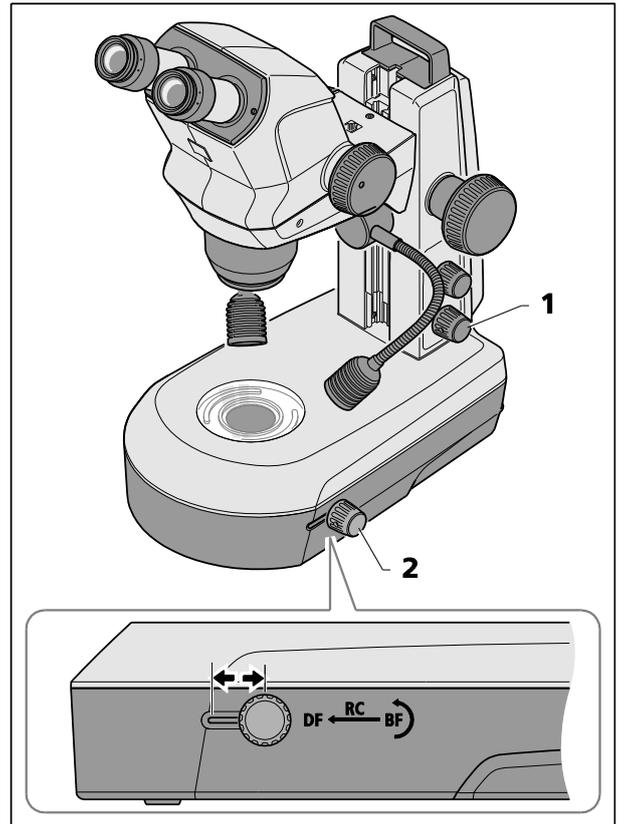

Fig. 20 Unité de lumière transmise dans le statif K LAB
- Allumer la lumière transmise en appuyant sur le bouton du bas (Fig. 20/1).
- Régler le champ lumineux (BF) en poussant le bouton coulissant (Fig. 20/2) en position arrière (BF).
- Tourner le bouton rotatif / curseur (Fig. 20/2) pour faire pivoter le miroir clair ou diffus en position ou pour régler l'angle d'inclinaison.
- Changer pour l'éclairage sur fond sombre (DF) en poussant le bouton rotatif / le curseur (Fig. 20/2) dans sa position avant.
Les effets de lumière oblique (RC) sont produits en poussant le bouton rotatif / curseur (Fig. 20/2) dans sa position centrale et en inclinant le miroir.